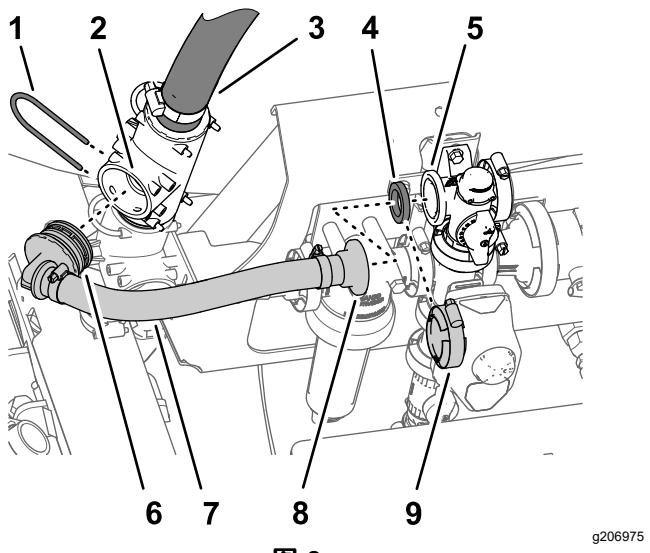

图 8
1. 对齐新搅拌旁通软管总成的 90°宝塔接头与上 T 形接头的开口端并插入 90°接头直到其进入 T 形接头图 8。
2. 使用在 拆下软管 \(页码 4\) 的步骤 2 中取下的卡环图 8 将 90°宝塔接头固定至 T 形接头。
3. 对齐新搅拌旁通软管总成的直通法兰接头、垫片和旁通阀的法兰图 8。
4. 使用在 拆下软管 \(页码 4\) 的步骤 2 中卸下的法兰夹具图 8 将直通法兰接头和垫片固定到旁通阀上。